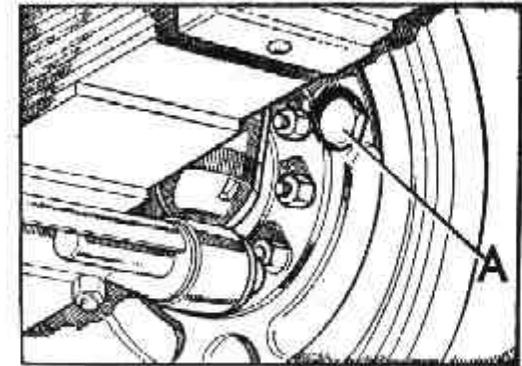

Fig. 103 Ajuste de los frenos.
2. Se hará girar el tornillo de cabeza exagonal, A (fig. 103) situado en la parte posterior de la placa de anclaje, al mismo tiempo que se hace girar la rueda hasta que la zapata comience a rozar contra el tambor, aflojando seguidamente el tornillo lo suficiente para que la zapata deje de rozar contra el tambor.